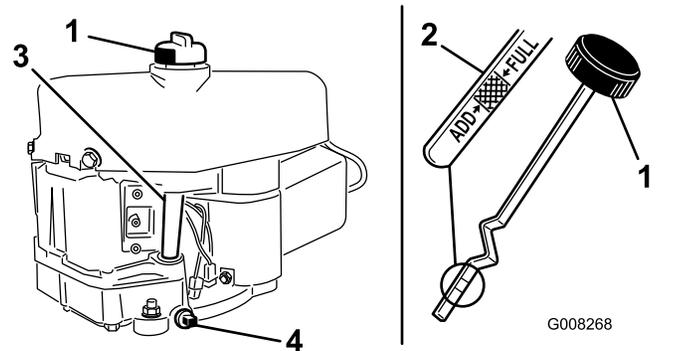

Figure 25
7. Nettoyez la surface autour de la jauge (Figure 25) pour éviter de faire tomber des impuretés dans l'orifice de remplissage, ce qui endommagerait le moteur.
8. Retirez la jauge d'huile et essuyez soigneusement l'extrémité métallique (Figure 25).
9. Revissez la jauge complètement dans le tube de remplissage (Figure 25).
9. Enlevez le bouchon de vidange pour permettre à l'huile de s'écouler (Figure 25).
11. Nettoyez la surface autour du bouchon de la jauge de niveau d'huile et dévissez le bouchon (Figure 25).
12. Versez avec précaution environ 80 % de l'huile moteur dans le goulot de remplissage (Figure 25).